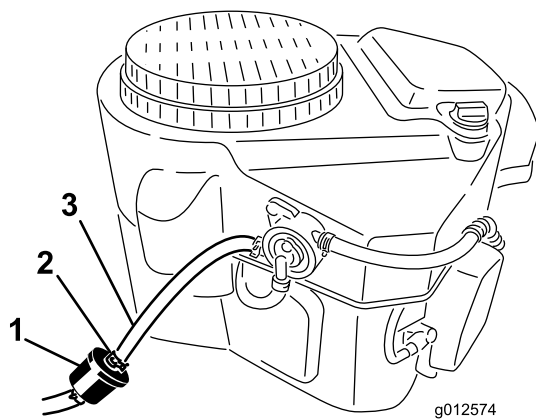

Figura 50
2. Limpie alrededor del tapón del depósito de combustible para evitar que entre suciedad en el depósito (Figura 50).
4. Apriete los extremos de las abrazaderas y deslícelas por el tubo alejándolas del filtro (Figura 50).